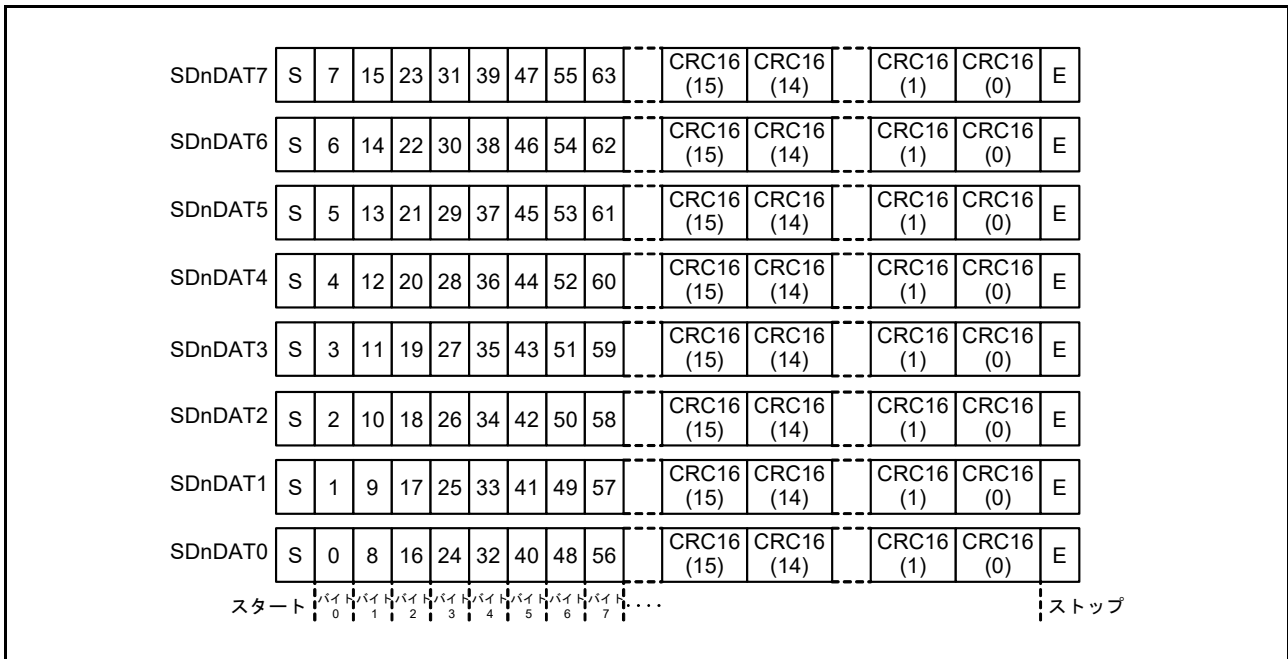

図 43.4 8ビット幅モードのSDnDAT
2. 受信データが MMC ホストインタフェースの SD\_BUF に格納される (図 43.4 を参照)。